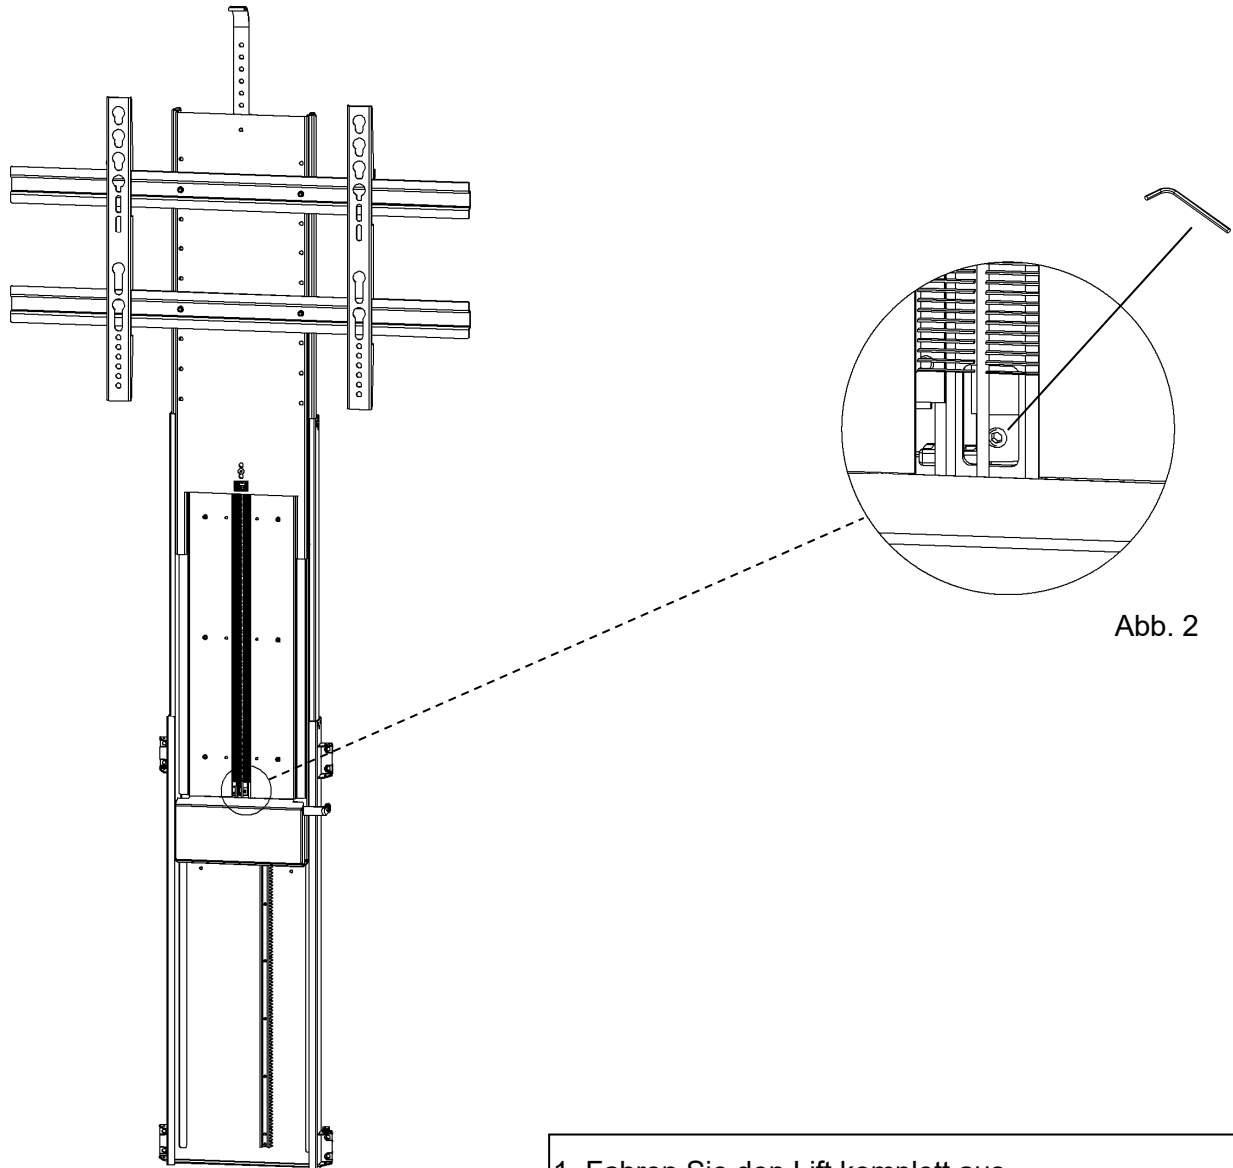

Abb. 2
2. Der Feststerring befindet sich hinter Plastikborsten (siehe Abb.2)
3. Lösen Sie die Schraube am Feststerring (siehe Abb.2) mit einem 2.5 mm Innensechskant Schraubenschlüssel